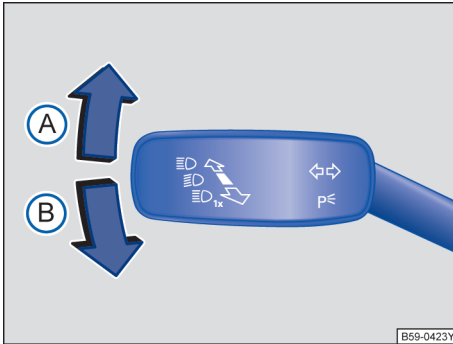

图 66 转向信号灯 / 远光灯操作杆。
- 将转向信号灯/远光灯操作杆→图 66 从中间位置拨至以下位置：